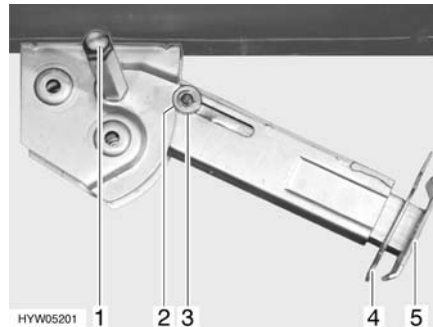

Fig. 24 Piedino di stazionamento
- Inserire la chiave a tubo nell'esagonale (Fig. 24,1) e ruotare fino a quando il piedino di stazionamento non si trova in posizione verticale verso il basso.
- Estrarre la copiglia (Fig. 24,4) dal prolungamento dell'estremità del piedino (Fig. 24,5).
- Inserire la chiave a tubo nell'esagonale (Fig. 24,1) e ruotare fino a quando il piedino di stazionamento non si stacca dal terreno.
- Spingere completamente all'interno il prolungamento dell'estremità del piedino (Fig. 24,5) e inserire la copiglia (Fig. 24,4) nel foro apposito.
- Ruotare la chiave a tubo nell'esagonale (Fig. 24,1), fino a quando il piedino di stazionamento non è sollevato verso l'alto e la guida (Fig. 24,3) è rientrata totalmente nell'intaglio (Fig. 24,2).